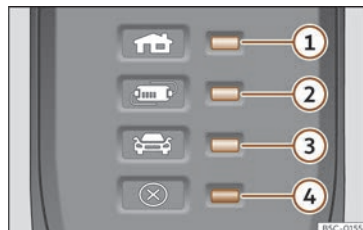

Fig. 213 Sur le câble de charge pour prises de courant : Témoins de contrôle sur le dispositif de protection.
»» fig. 213:
Le dispositif électronique de protection >>> **fig. 213** fait que le connecteur de charge demeure sans courant tant que la prise de charge du véhicule n'est pas branchée.
Un ou plusieurs des témoins de contrôle >>> **fig. 213** ①, ② ou ③ s'allument en vert.
Indication >>> fig. 213	Signification
» fig. 213 ①, ② ou ③ l'indicateur de fonctionnement ne s'allume de façon permanente, il y a une panne.
Indication » fig. 213	Signification